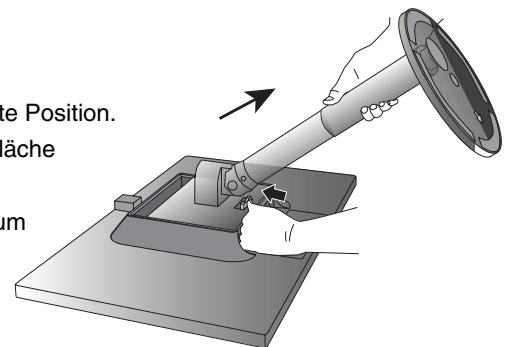

Abbildung S.1
3. Legen Sie den Monitor mit der Vorderseite nach unten auf eine weiche Oberfläche (**Abbildung S.1**).
4. Fassen Sie mit einer Hand den Fuß und mit der anderen die Schnellfreigabetaste. Drücken Sie die Schnellfreigabetaste in Pfeilrichtung (**Abbildung S.1**).
5. Heben Sie den Fuß an, um die obere Halterung zu lösen, und entfernen Sie den Fuß (**Abbildung S.1**).